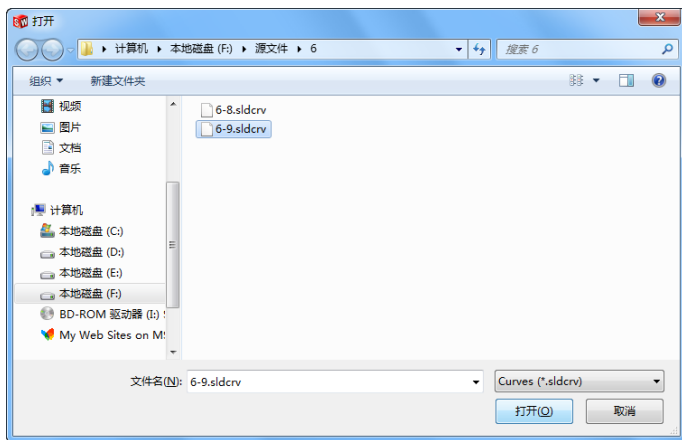

图 6-42 “打开”对话框
**02** 查找坐标文件。单击“曲线文件”对话框中的“浏览”按钮，此时系统弹出“打开”对话框，查找需要输入的文件名称，如图 6-42 所示，然后单击“打开”按钮。